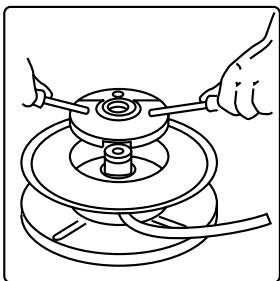

fig. 4e
4. Retourner le tambour et retirer le cliquet ainsi que le ressort de ce dernier (pour les modèles 500110 et 500111 voir figure 4e); Dévisser la vis centrale et retirer la bague (pièce no 500115 et 500116, fig. 5e)